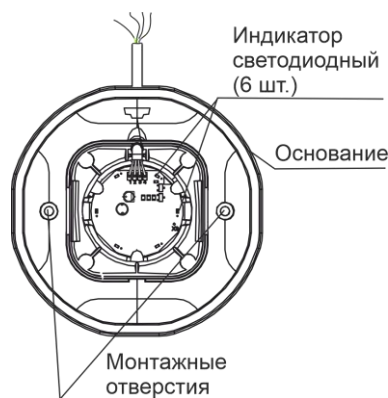

Рисунок 2
**4.1** Оповещатель состоит из основания, печатной платы с радиоэлементами и крышки (рисунок 2). На печатной плате, со стороны основания, установлен пьезоэлектрический излучатель звука.
а) используя монтажные отверстия на основании оповещателя (см. рисунок 2), закрепить оповещатель на несущей поверхности винтами;